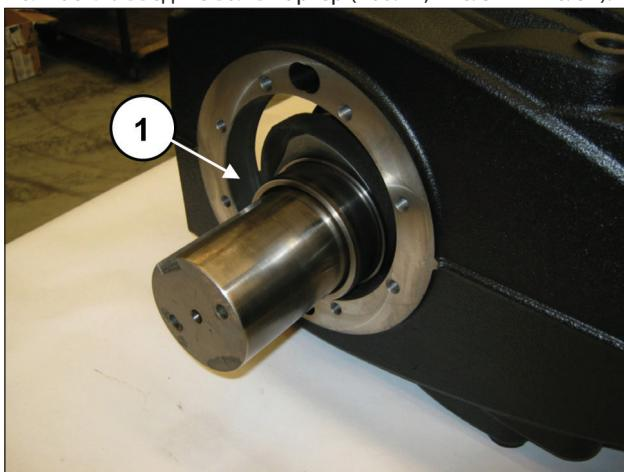
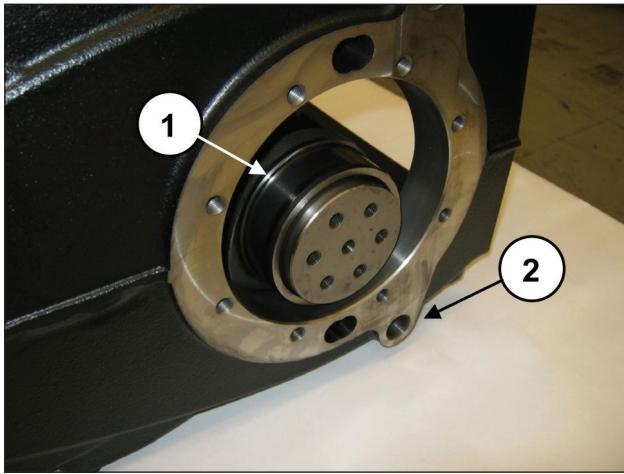

Рис. 51
Рис. 52
**Коленчатый вал нужно устанавливать так, чтобы сторона ВОМ обязательно оказалась со стороны, противоположной отверстиям G1/2" для маслосливных пробок картера насоса (поз. ②, Рис. 52).**
Полностью введите вал в картер (поз. ①, Рис. 51 и Рис. 52).